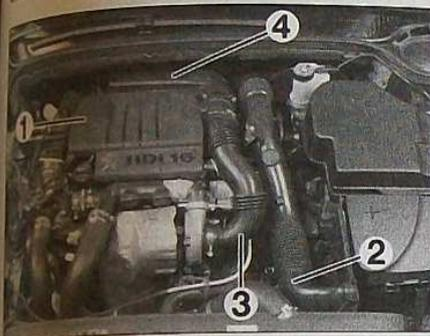

FIG. 30
- le cache moteur (1) (Fig.30).
- les conduits d'entrée d'air (2) et (3).
- l'ensemble couvercle supérieur de filtre à air / débitmètre (4).